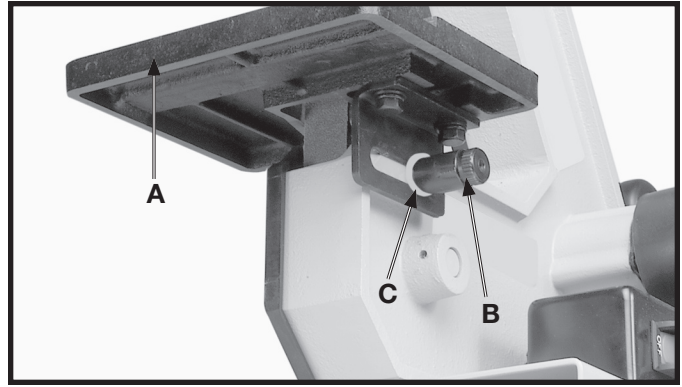

Fig. 17
2. Coloque el conjunto de la mesa (A) Fig. 17 en su sitio sobre el marco de la lijadora de correa, y utilizando el gorrón de cierre (B), del conjunto de la agarradera, y la arandela plana (C), enrosque el gorrón de cierre (B) en el agujero roscado en la estructura de base para sostener el conjunto de la mesa en su sitio, como se ilustra aquí.